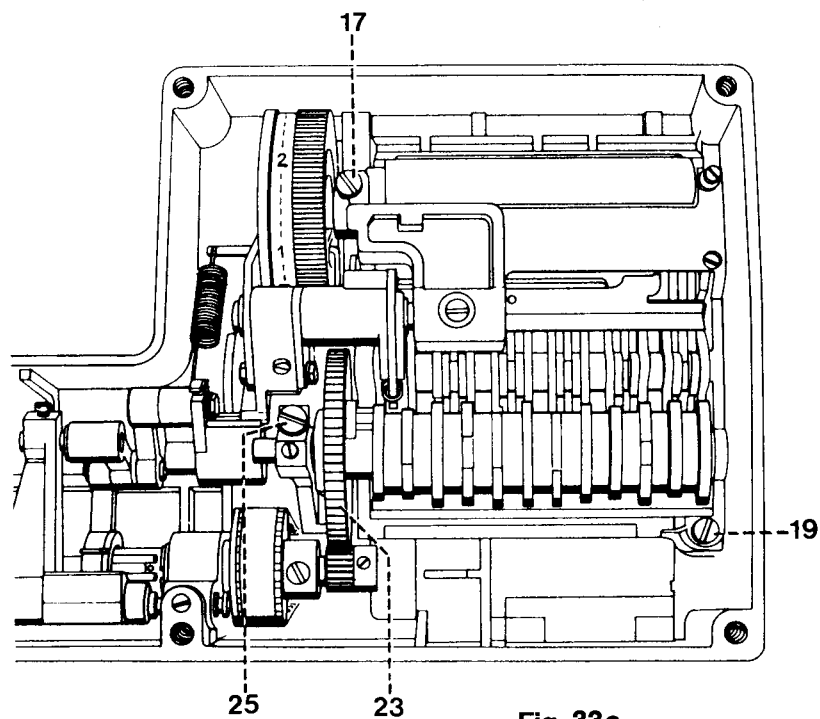

Fig. 33c
- Déplacer le dispositif automatique quelque peu vers l'avant et retirer la courroie dentée 77 de la machine, entre la grande roue dentée 23 et le bout de l'arbre (fig. 33c).
- Engager la nouvelle courroie dentée 77 entre la roue dentée 23 et l'extrémité de l'arbre et la poser sur le pignon inférieur 80 (fig. 33c).